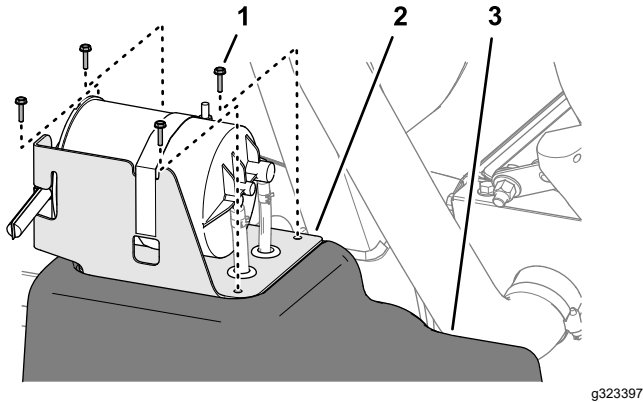

Figura 115
- En el depósito de combustible, retire los 4 tornillos (N.º 10 x ¾") que sujetan el soporte del cartucho de carbón a la parte superior del depósito de combustible (Figura 115).